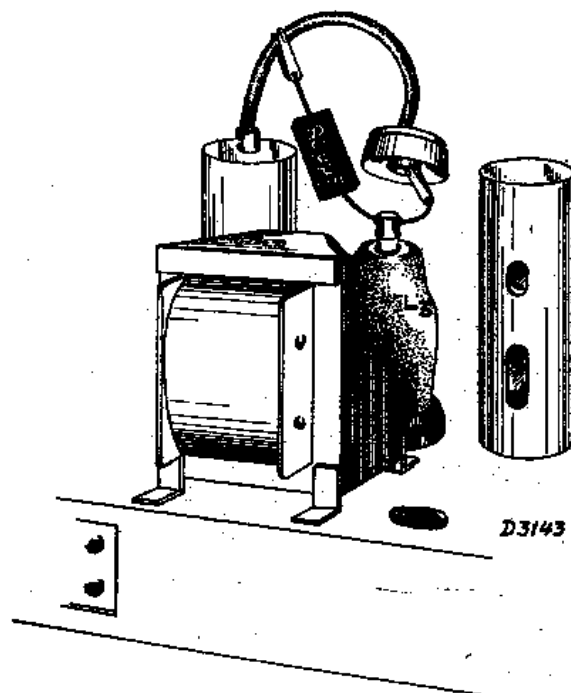

Fig. 2
12. Désaccorder le 2ème circuit moyenne-fréquence en branchant un condensateur de 80  $\mu\text{F}$  entre la grille de commande de L3 et le châssis (fig. 2).